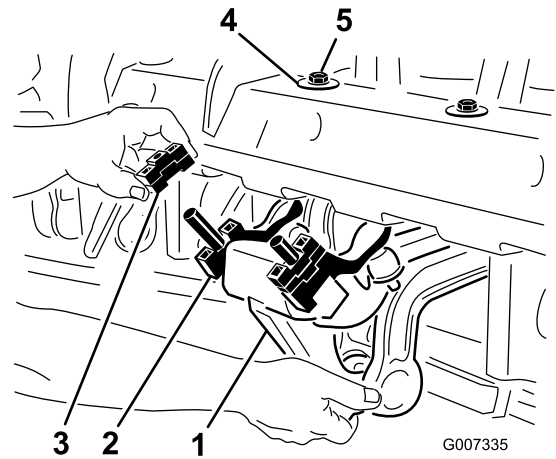

图26
1. 卸下将 Roto-Link 阻尼器总成固定至打孔头机架底部的锁紧螺母 $\frac{1}{2}$ 英寸 图26。
2. 降低阻尼器总成与隔片接触 图26。
4. 再次将阻尼器总成组装到打孔头机架上。确保 D 形垫圈按 图26 中所示靠住打孔头机架安装。固定 2 个锁紧螺母。